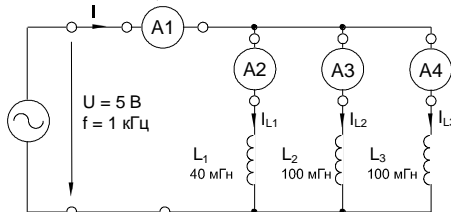

Рисунок 7.9. Схема электрической цепи
- Соберите цепь согласно схеме (рис. 7.9) подсоедините регулируемый источник синусоидального напряжения с параметрами U = 5 В и f = 1 кГц.